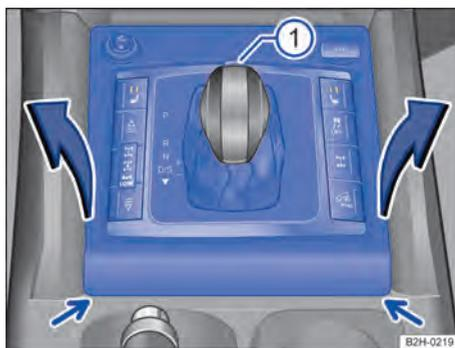

Fig. 97 Desmontar a cobertura do quadro da alavanca seletora.
- Retirar com cuidado a cobertura do mecanismo de seleção de marchas da guarnição → Fig. 97 (setas), por exemplo, com uma chave de fenda.
- Puxar com cuidado para cima a cobertura na área da coifa da alavanca seletora com os cabos elétricos conectados → Fig. 97.
- Pressionar o botão bloqueador na parte da frente da manopla da alavanca seletora → Fig. 97  e colocar a alavanca na posição **N**.